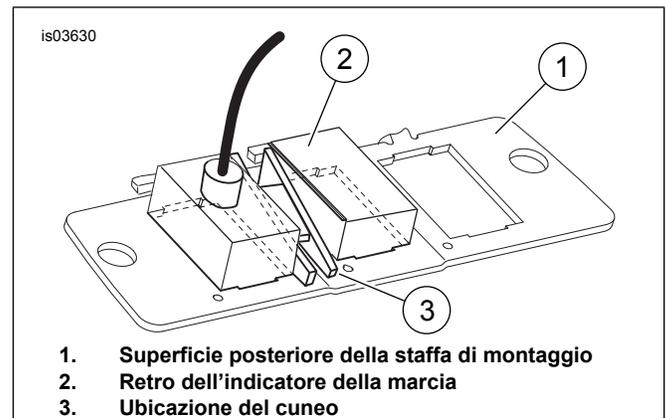
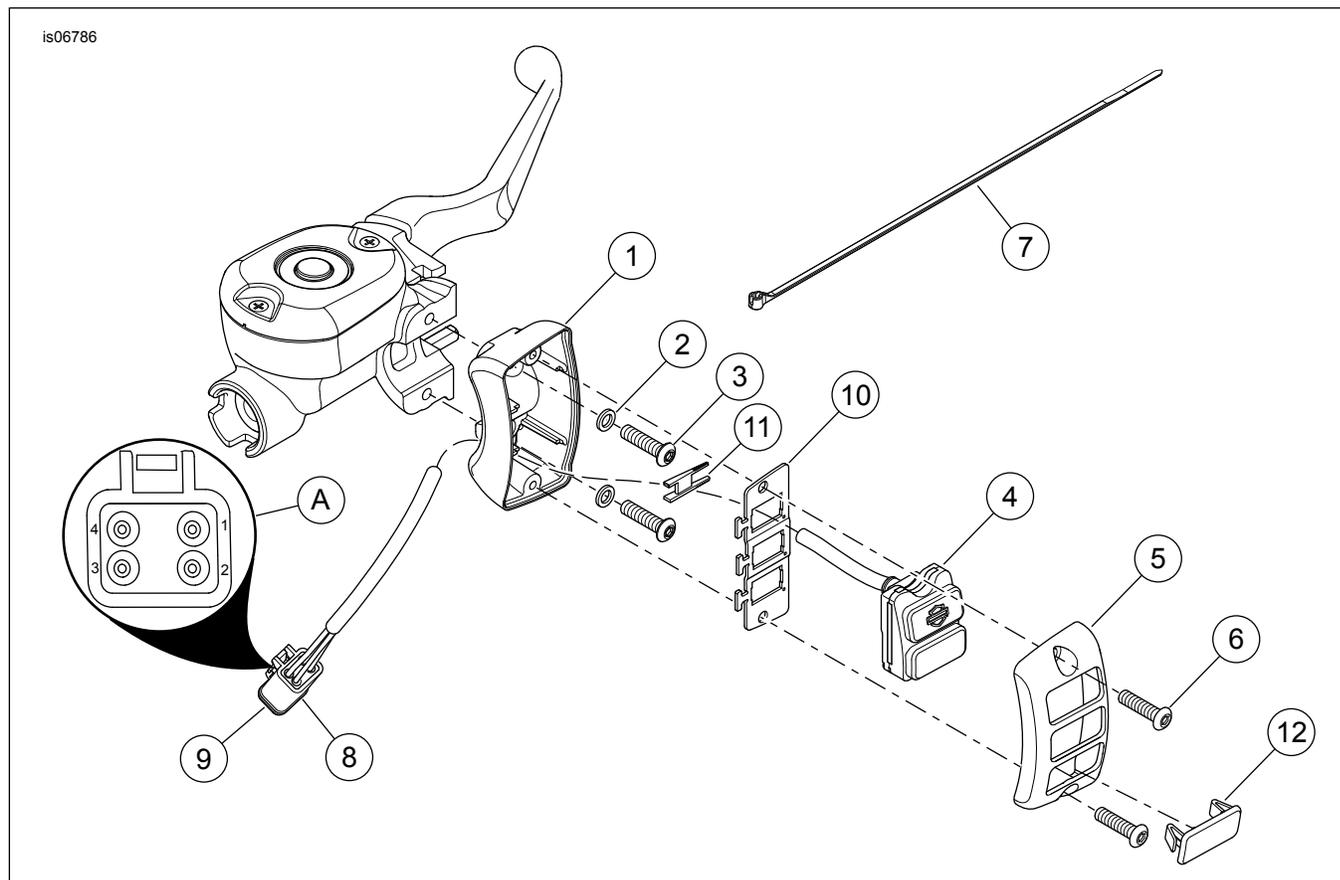

Figura 2. Staffa di montaggio e gruppo dell'indicatore, vista posteriore
Figura 3. Parti di ricambio: indicatore digitale della marcia
Vedere Figura 3 e Tabella 1.
3. Vedere Figura 3. Installare la scatola inferiore (1) dell'indicatore della marcia, le rondelle (2) e le viti (3). Serrare le viti ad una coppia di 8–9 N·m (60–80 in-lbs).
4. Vedere Figura 2. Installare l'indicatore della marcia (2) con i fili nell'apertura superiore della staffa di montaggio.
5. Far scorrere il cuneo (3) con le estremità appuntite tra le due scatole sulla parte posteriore dell'indicatore della marcia (2) partendo dal lato della linguetta della staffa (1). Le estremità appuntite del cuneo hanno spessore diverso e si devono conformare al rialzo sulla superficie della piastra delle scatole. In tal modo l'indicatore della marcia viene fissato saldamente alla superficie della staffa di montaggio.
6. Vedere Figura 3. Disporre il cablaggio dell'indicatore della marcia attraverso il foro sul fondo della scatola inferiore (1).
7. Orientare il gruppo dell'indicatore della marcia (4) sui fori di montaggio del gruppo della scatola inferiore.
9. Installare la scatola superiore (5) su quella inferiore e fissarla con due viti (6). Serrare le viti ad una coppia di 4–5 N·m (35–45 **in-lbs**).
10. Installare il tappo dell'interruttore (12) nell'apertura inferiore della scatola superiore.
12. Vedere Figura 3. Installare i tre piedini del cablaggio nella parte femmina a 4 vie (A) presa dal kit, nel modo seguente:
- a. Installare il filo nero (BK) nel terminale 2.
- c. Installare il filo arancione (O) nel terminale 4.
- d. Installare il blocco secondario (9) nella parte femmina a 4 vie.
14. Raccogliere eventuale eccesso di cablaggio e fissarlo vicino al connettore con una fascetta fermacavi (7).
15. Fissare il cablaggio dell'indicatore della marcia al manubrio ed al cablaggio principale con fascette fermacavi (7).